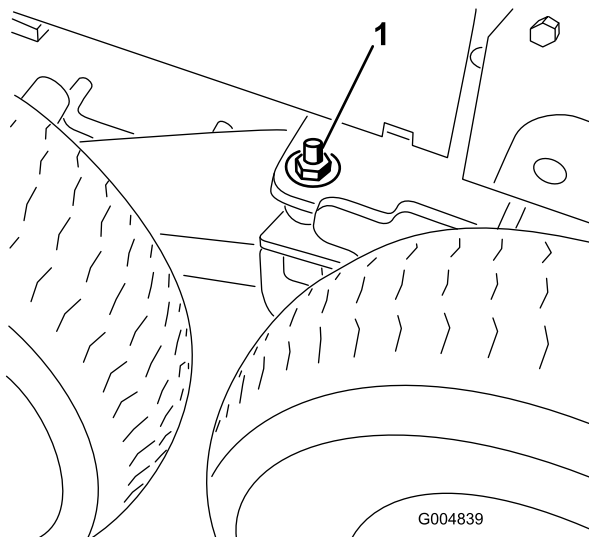

Figura 129
3. Desaperte e retire a porca de bloqueio e a anilha plana da soldagem da articulação bogie (Figura 129).
7. Instale as anilhas planas (1/2 pol.) e as porcas de bloqueio no perno da articulação bogie (Figura 129).